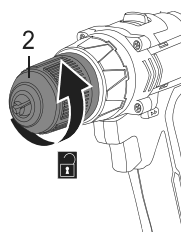

Fig. 1
- > Gire la camisa del portaútiles (2) en sentido antihorario hasta que las pinzas del portaútiles se abran lo suficiente para insertar la broca (Fig. 1).